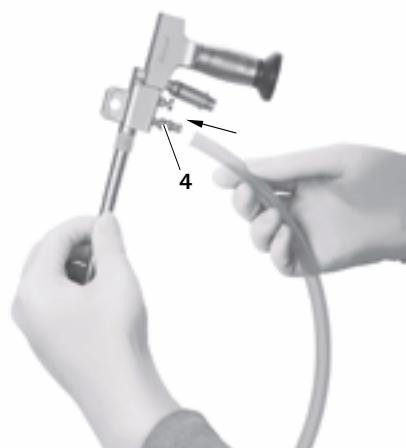

Fig. 20
- ▶ Raccorder le tuyau d'irrigation avec le raccord d'irrigation **4**, voir Fig. 20.